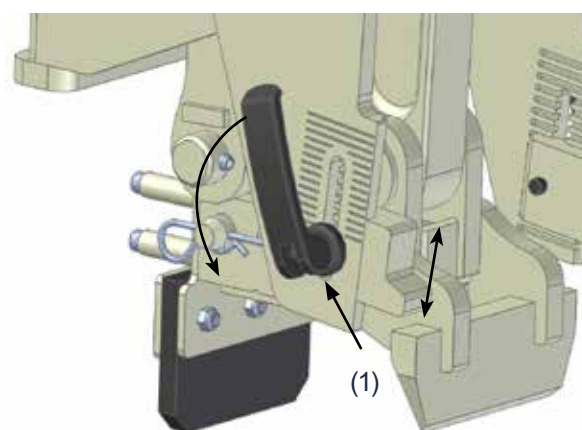

Fig 89.
2. Justera de fyra referensstålen genom att först öppna excenterspännaren (1), Fig 89.